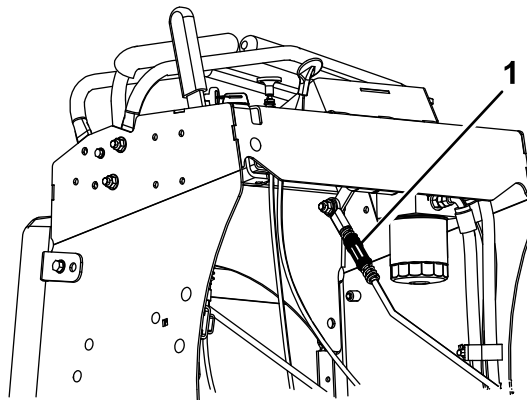

Figure 45
5. Tournez la tige de réglage du côté gauche de la machine (Figure 45).